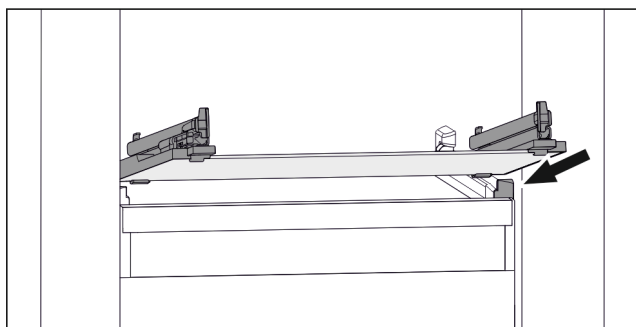

Fig. 95 Representación de la placa de vidrio a modo de ejemplo
- ▶ Coloque la placa de vidrio inclinada detrás de los topes. (consulte Fig. 95)